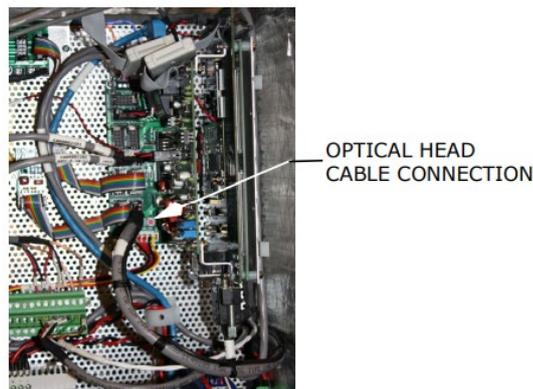

Figura 33. Conexión del cable del cabezal óptico
- ▶ El conector del cable del cabezal óptico encaja en varias aberturas diferentes. Compruebe que se use la salida correcta. Consulte la figura 33 siguiente.